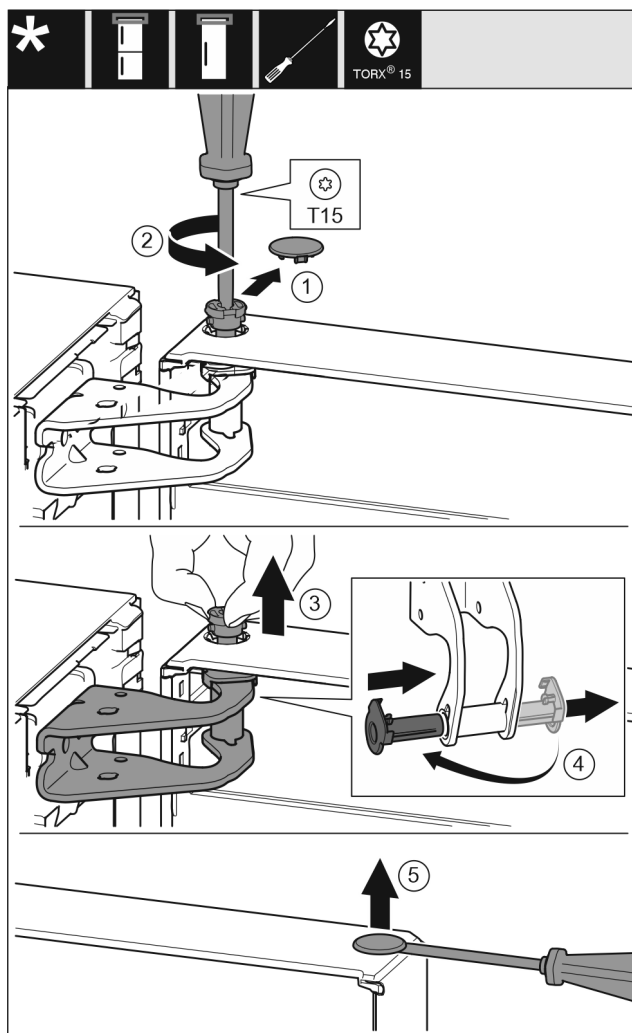

Fig. 7
- ▶ Ostrożnie zdjąć osłonę zabezpieczającą. Fig. 7 (1)
- ▶ Sworzeń wykręcić nieco przy pomocy śrubokręta T15. Fig. 7 (2)
- ▶ Przytrzymać drzwi i wyjąć sworzeń palcami. Fig. 7 (3)
- ▶ Tuleję łożyskową wyjąć z prowadnicy. Założyć z drugiej strony i zazębnić. Fig. 7 (4)
- ▶ Zatyckę ostrożnie podważyć przy pomocy śrubokręta i wyjąć z tulei łożyskowej drzwi. Fig. 7 (5)